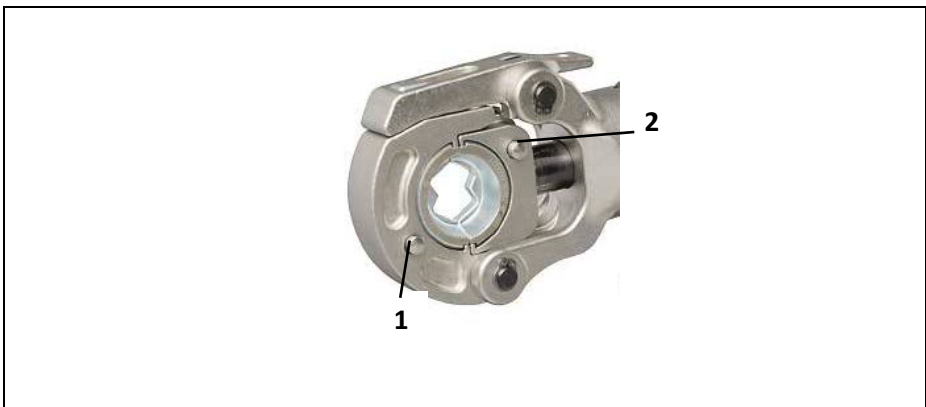

Abbildung 2 Crimpkopf mit Einsatzpaar
- 2 Um die Crimpeinsätze einzulegen oder zu entnehmen, muss der Entriegelungsknopf (1 und 2) gedrückt gehalten werden (siehe Abbildung 2).